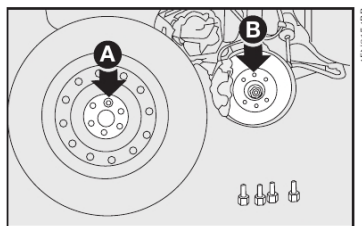

fig. 10
6) Montar a roda sobressalente, encaixando os furos **A-fig. 10** com os respectivos pinos **B**;